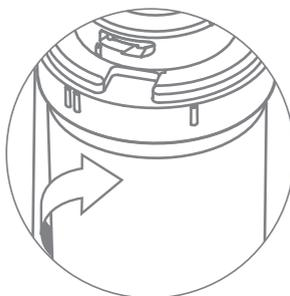
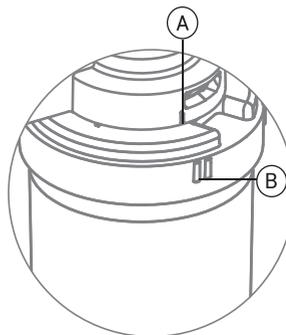

Рис. 5
Рис. 6
5. Поверните картридж по стрелке до щелчка, как показано на (рис. 5), чтобы совпали метка «I» (А) на скобе и метка «II» (В) на картридже (рис. 6).